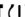

Abb. 127 Taste zum Einstellen des Reifendruck-Kontrollwertes
- Drücken Sie die Taste **SET**  ⇒ Abb. 127 länger als 2 Sekunden. Während des Drückens der Taste leuchtet die Kontrollleuchte . Gleichzeitig werden die Grundwerte gespeichert, was mit einem akustischen Signal und anschließendem Erlöschen der Kontrollleuchte  bestätigt wird.